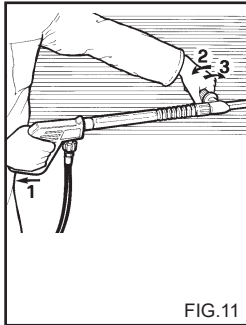
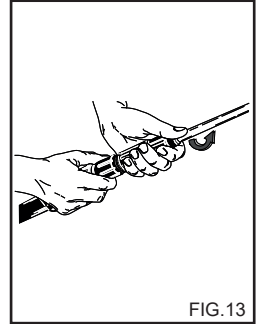

FIG.11
FIG.13
BENUTZUNG DER DOPPELTEN LANZE (Sonderzubehör) (Fig.11).
2) Die Verlängerung vom Griff entfernen und die Doppelanze oder die Lanze mit verstellbarem Düsenkopf (fig.13) einsetzen, den Hochdruckreiniger einschalten, den Schalter zum Ansaugen des Reinigungsmittels an der Lanze bedienen (fig. 11, 12) und die zu reinigende Oberfläche von unten nach oben einsprühen. Das Reinigungsmittel für einige Minuten einwirken lassen.